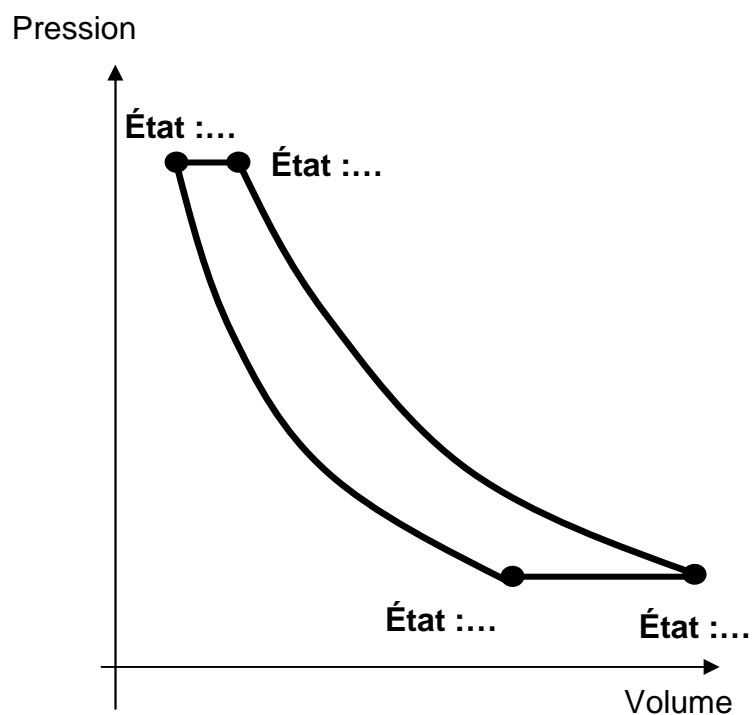

Figure 2
2. Compléter le diagramme de Clapeyron sur la figure 2 du document réponse page 8 en précisant l'emplacement des états 1, 2, 3, 4.